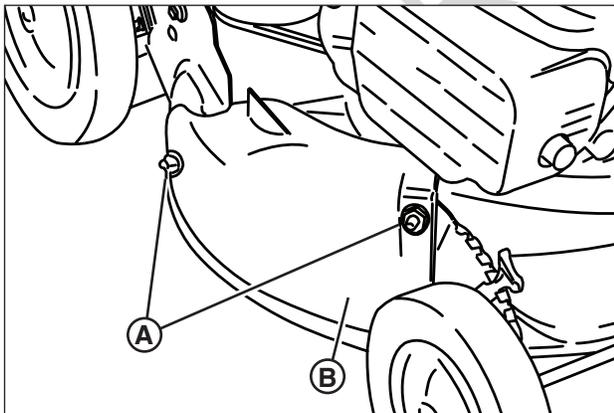

Figure 8: Dépose du couvercle de déchiquetage
1. Enlevez les écrous (**A, Figure 8**) en fixant le couvercle de déchiquetage (**B**) au plateau de coupe.